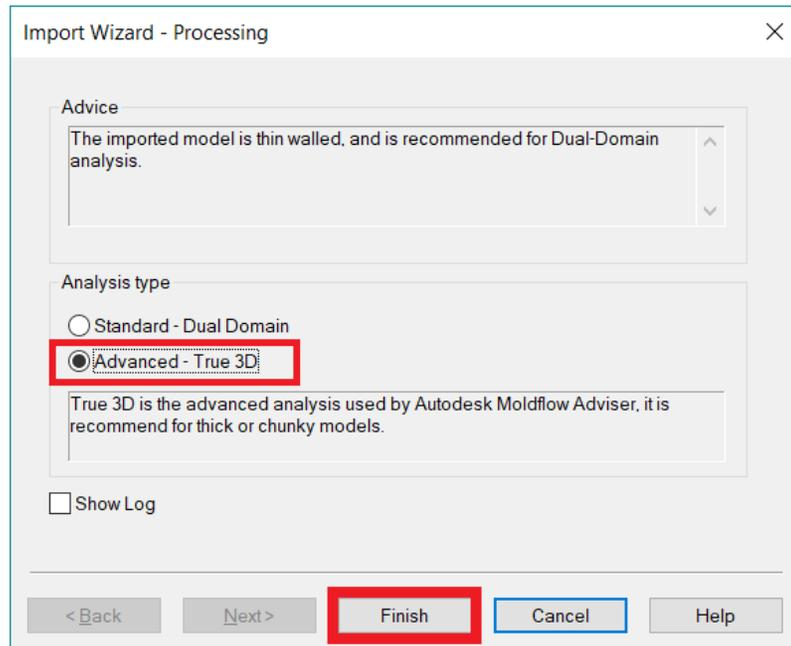

Figura 6.8 Procesamiento de la pieza.
- En la ventana **Import Wizard-Processing**, seleccionar **Advanced-True 3D** (Figura 6.8).